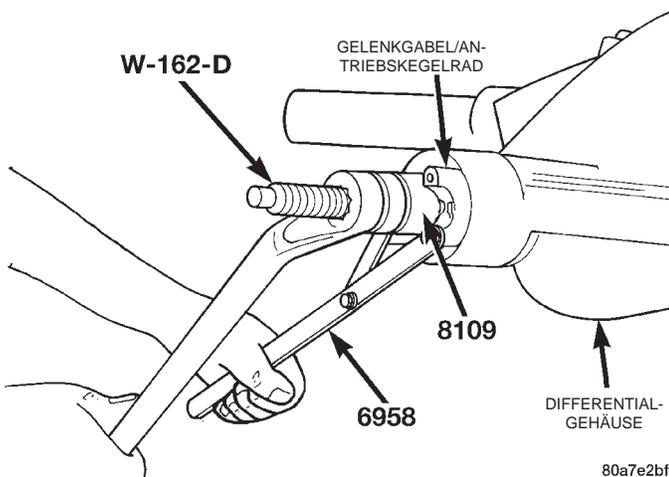

Abb. 9 Gelenkgabel montieren
(2) Paßmarkierungen ausrichten und die Gelenkgabel mit Spezialwerkzeug W-162-D, Treiber 8109 und Haltegriff 6958 auf der Welle des Antriebskegelrads montieren (Abb. 9).